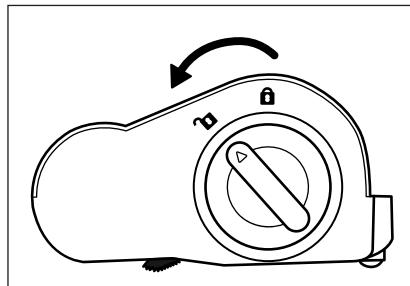

Fig. 26
**Pulizia del rullo a spazzola****① ATTENZIONE!**
**① Nota**
- 2) Disimpegnare il rullo a spazzola 20 spostando lo sblocco del rullo a spazzola 19 in direzione del simbolo 9 (aprire) (vedere fig. 26).